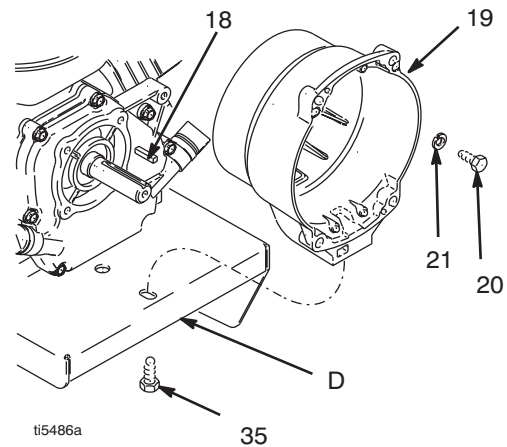

Afb. 10
4. Afb. 10. Draai de twee schroeven (24) op de klem (22) los.
5. Druk een schroevendraaier in de sleuf in de klem (22) en verwijder de klem.
1. Afb. 10. Breng de spie (18) van de motoras aan.
2. Tik klem (22) op de motoras (A). Houd de afmetingen aan zoals in opmerking 2 is aangegeven. De afgeschuinde kant moet naar de motor toe zitten.
3. Controleer de maatvoering. Plaats een stijve, rechte stalen stang (B) voor de voorzijde van het koppelingshuis (19). Gebruik een nauwkeurig meetinstrument om de afstand te meten tussen de stang en de voorzijde van de klem. Stel de klem af, voorzover nodig. Draai de twee schroeven (24) aan tot 125 ±10 in-lb (14 ±1,1 N·m).